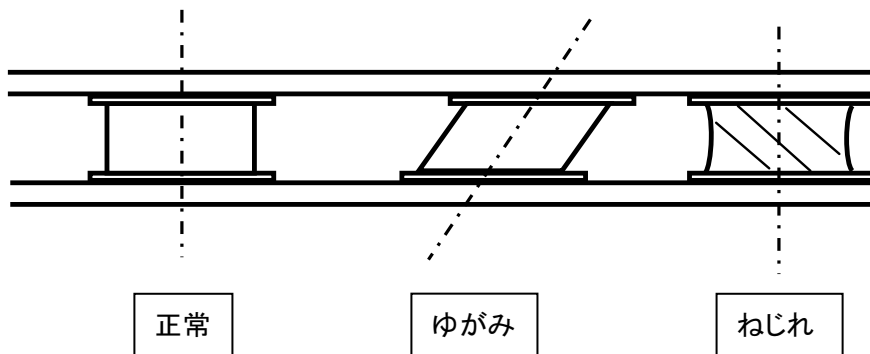

図6 防振ゴム取付例
- (1) 防振ゴムを使用する場合は、図6に示すように上下の穴の位置を合わせ、ゴムにねじれ、ゆがみ等無いように取り付けてください。